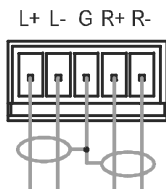

Рис. 6. Подсоединение балансного стереофонического входа
- Подсоединение балансного стереофонического входа, см. рис. 6